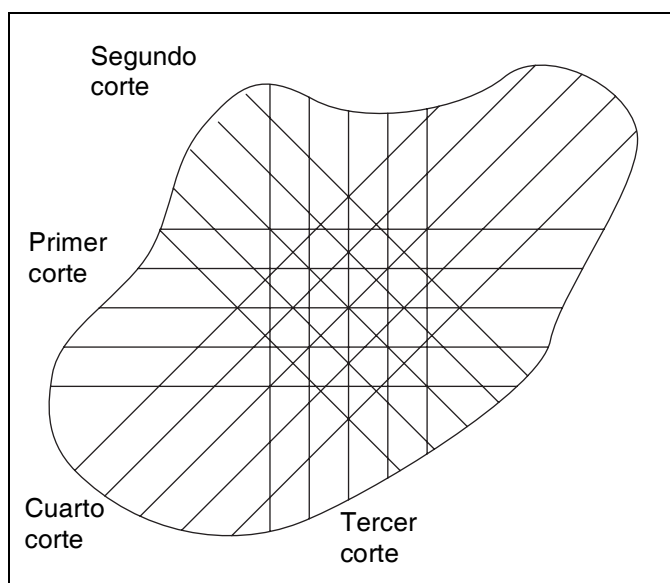

Figura 6F
5. Para conseguir una superficie de juego más regular y más atractiva, cambiar el patrón de corte cada vez que se corte el césped del green. Los patrones mostrados en la **Figura 6F** son sólo sugerencias, el operador o el encargado pueden crear patrones adecuados para cada green.